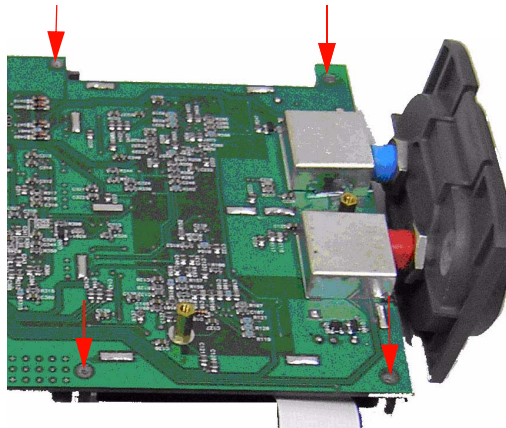

Abbildung 8-14 Entfernen Sie die vier Schrauben, um die LCD-Anzeige freizulegen
- 2 Lösen Sie die in Abbildung 8-14 ausgewiesenen vier Schrauben.